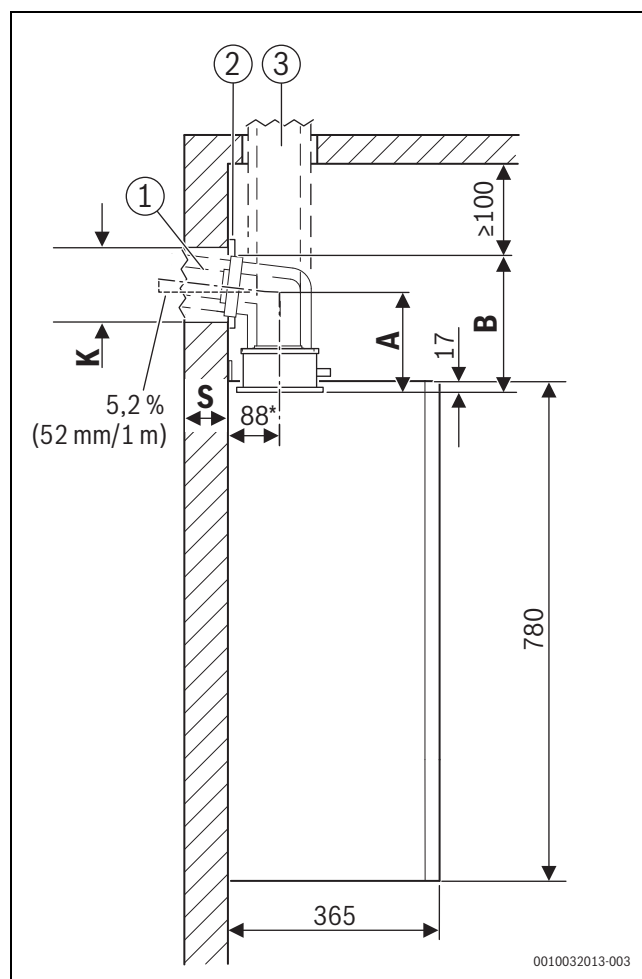

Fig. 2 Vista lateral (mm)
- Se necessário, adicionar a medida do painel ([2] na fig. 2).